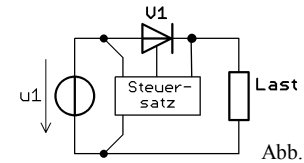

Abb. 5-1
Typ: **BT151-500R**; Thyristorschaltung mit Horizontalsteuerung, Abb. 5-1.
1. Erweitern Sie Abb. 5-1 durch eine TSE-Beschaltung („Snubber-Netzwerk“). / 03
2. Warum ist diese Beschaltung vor allem bei induktiver Last erforderlich? (01)
3. Auf welchen Wert muss der „Snubber“ die Anstiegsgeschwindigkeit $du_D(t)/dt$ begrenzen, damit kein Exemplar dieses Typs unerwünscht zündet? (01)